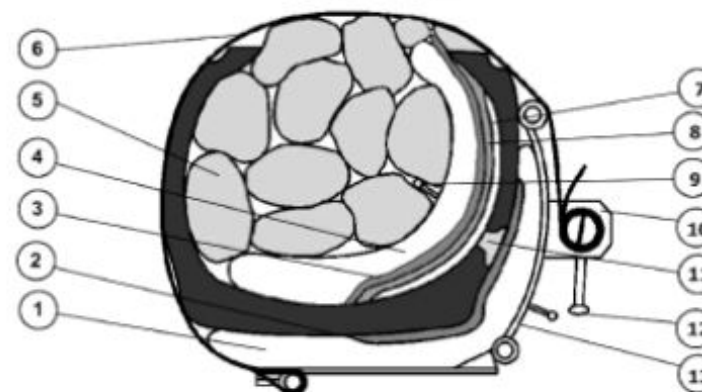

рис. 2
6.2 Установить наружную пневмоподушку (рис. 2 поз. 1) необходимого размера.
6.3 По центру наружной пневмоподушки в зоне ремонта установить наружный гибкий нагреватель (рис. 2 поз. 2).
6.6 По центру пластыря (рис. 2 поз. 8) установить внутренние гибкий нагреватель (поз. 3) необходимого размера в зависимости от размера пластыря, внутреннюю пневмоподушку (поз. 4) и необходимое количество вкладышей (поз. 5) таким образом, чтобы вкладыши
Внимание! Во избежание выхода из строя вентиля внутренней пневмоподушки необходимо обеспечить плотную укладку вкладышей симметрично пневмоподушки, при этом следить, что бы ниппель и быстроразъемное соединение находились между вкладышами (см. Рис.2).
6.7 Завести стяжные ремни в пазы фиксаторов (рис.2, поз. 10) и, перемещая рукоятки (поз. 12) вверх, зафиксировать стяжные ремни (поз. 6), выполнив 1...1,5 оборота фиксаторов, после чего опустить рукоятки вниз. При перемещении рукояток фиксаторы удерживать при помощи съемного рычага, который вставляется в отверстия на фиксаторах. При ремонте легковых шин с установкой на адаптер, использовать три стяжных ремня.
Внимание! Во избежание нарушения целостности стяжных ремней, а также расплавления содержимого вкладышей, запрещается их непосредственный контакт с поверхностью гибких нагревателей. Для этого, а также для предотвращения выхода из строя внутреннего гибкого нагревателя, при выступании его за борт шины, необходимо установить бортовые термостойкие вкладыши (рис. 2 поз. 7).